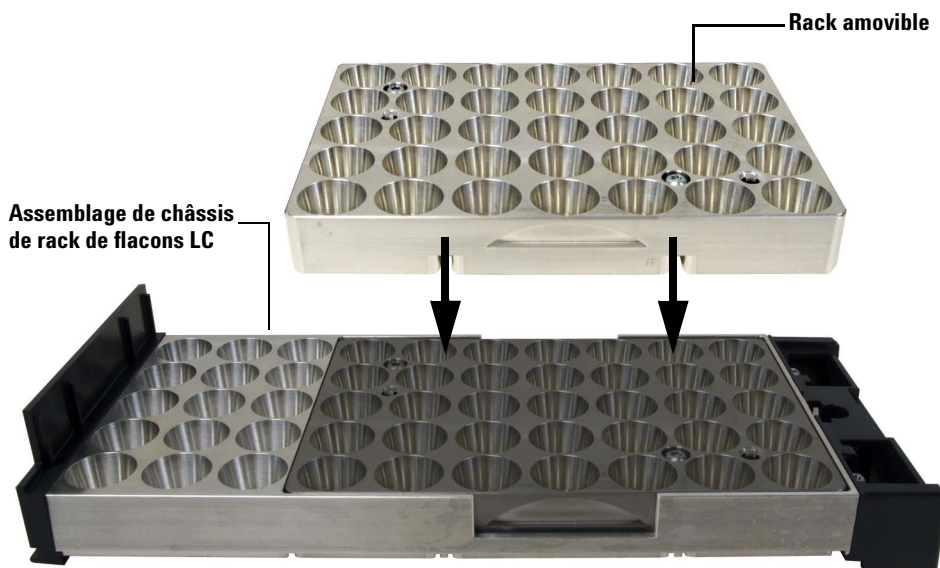

Figure 65 Rack amovible installé dans l'assemblage de châssis de rack de flacons LC
- 2 Insérer la partie amovible du rack de flacons LC dans l'assemblage de châssis de rack de flacons LC comme indiqué à la Figure 65. La partie amovible du rack de flacons personnalisé ne peut être installée que sous une seule orientation.